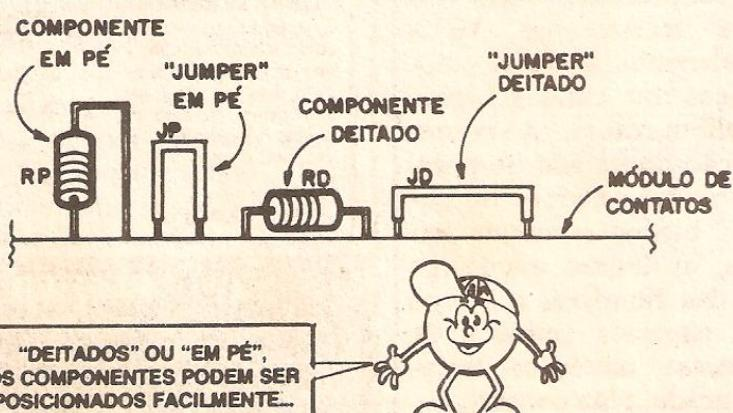

Fig.7
**FIG. 7 - AS "POSIÇÕES" REAIS, DE COMPONENTES E JUMPERS** - Com relação à superfície da Matriz de Contatos, a posição dos componentes (e também dos próprios e inevitáveis jumpers...) adotam as mesmas normas aplicadas à uma montagem em Circuito Impresso: tudo pode ser colocado "em pé" ou "deitado", dependendo unicamente das próprias dimensões dos componentes, afastamentos e dimensões dos seus terminais, distância das colunas de tie points utilizadas, etc. A figura mostra